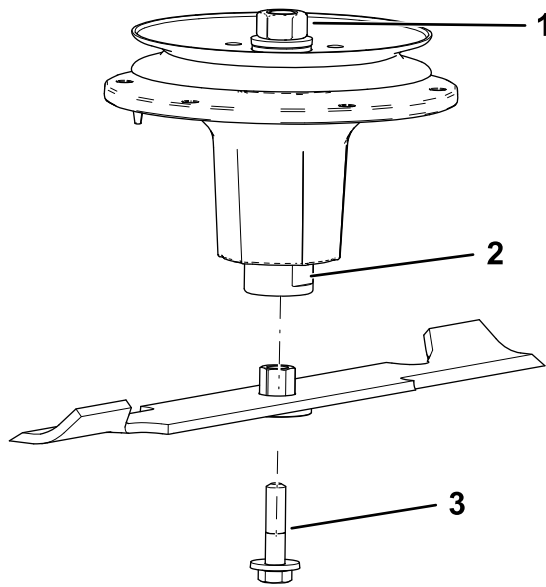

Figure 93
2. Installez l'ensemble douille/lame sur l'axe de pivot (Figure 93).